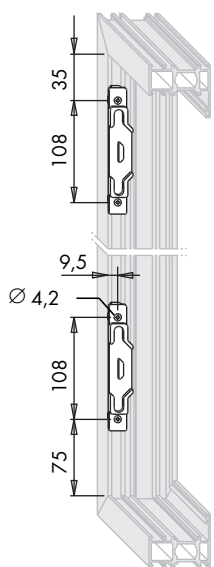

Bild 1
- B** Schubstangen S1 und S2 mit Kupplungslasche (4) und Verriegelung (3) an der VS einschieben.
- C** Auflaufbock (1) an der VSU waagrecht einschieben.
- A** Schließteile (7) nach Maßangaben (Bild 1) positionieren und mit Senkschrauben M5 x 13 (6) befestigen (Drehmoment  $2,5 \pm 0,25$  Nm).
- B** Kippschließteil (8) an der VSU in die Nut einlegen, bis Nutanfang schieben und mit Gewindestift festklemmen (Drehmoment  $1,5 \pm 0,25$  Nm).